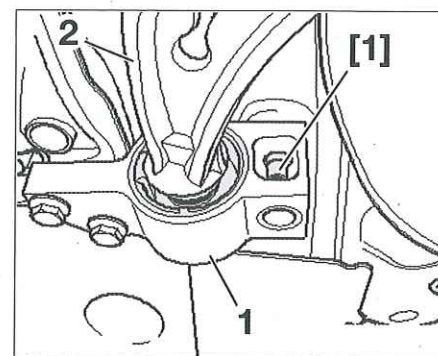

Fig. 16
- Útil de centrado de la cuna (ref. T10096)(Fig.16).
- Sustituir el tornillo de fijación del apoyo (1) de triángulo de suspensión (2) en la carrocería por el útil [1] en los dos lados (Fig.16).
- [1]. Útil de centrado de la cuna (ref. T10096)(Fig.16).
- Sustituir el tornillo de fijación del apoyo del triángulo en la cuna, por el útil [1] y apretarlo a 2 daNm (Fig.16).